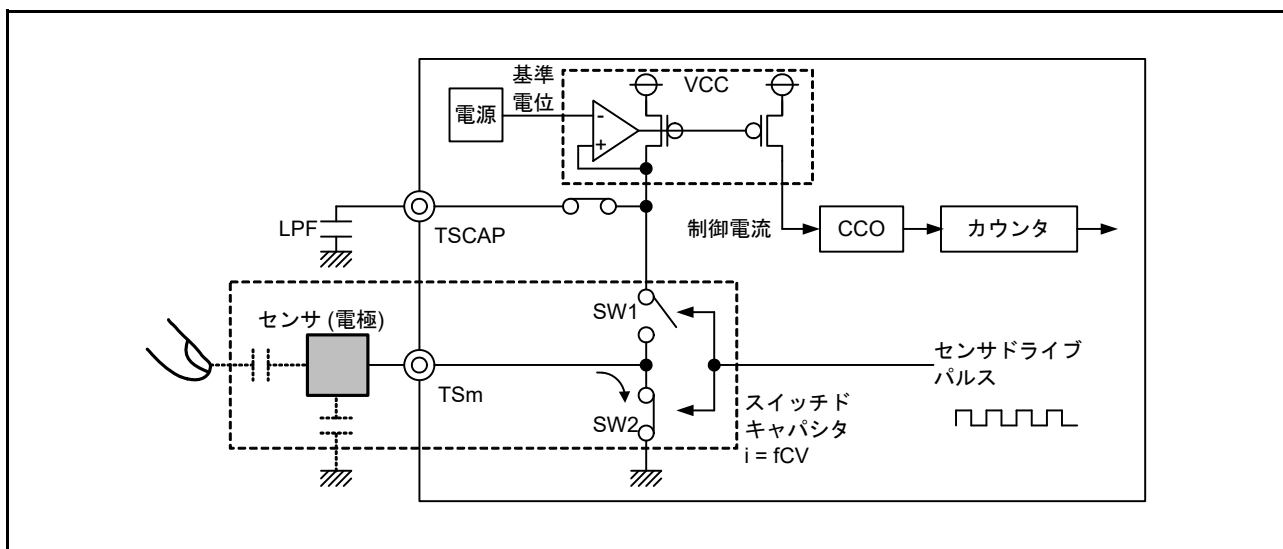

図 39.9 放電動作 (m = 0 ~ 35)
(2) SW1 : OFF、SW2 : ON にすることで、充電された容量は放電されます (図 39.9)。